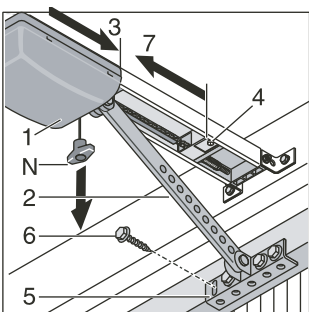

Fig. 19
- Tirer une fois vers le bas le levier du moteur (N). Ainsi faisant, le moteur se débloque et on peut ouvrir la porte manuellement (cf. figure 19).
- Pour installer le système de déblocage du côté intérieur de la porte, il est nécessaire de le fixer dans la poignée de la porte, à l'aide de l'étrier prévu à cet effet, et de le bloquer au moyen de l'étau de blocage du câble (ART.ZN24), en positionnant le câble à la place du levier rouge (W) du système de déblocage du moteur.